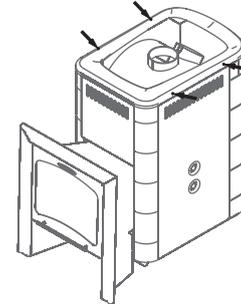

Bild 8. Rahmendemontage des Ofenkonvektors «Angara 2012»
1. 4 Bohrschrauben lösen und Rahme des Konvektors entfernen (Bild 8)